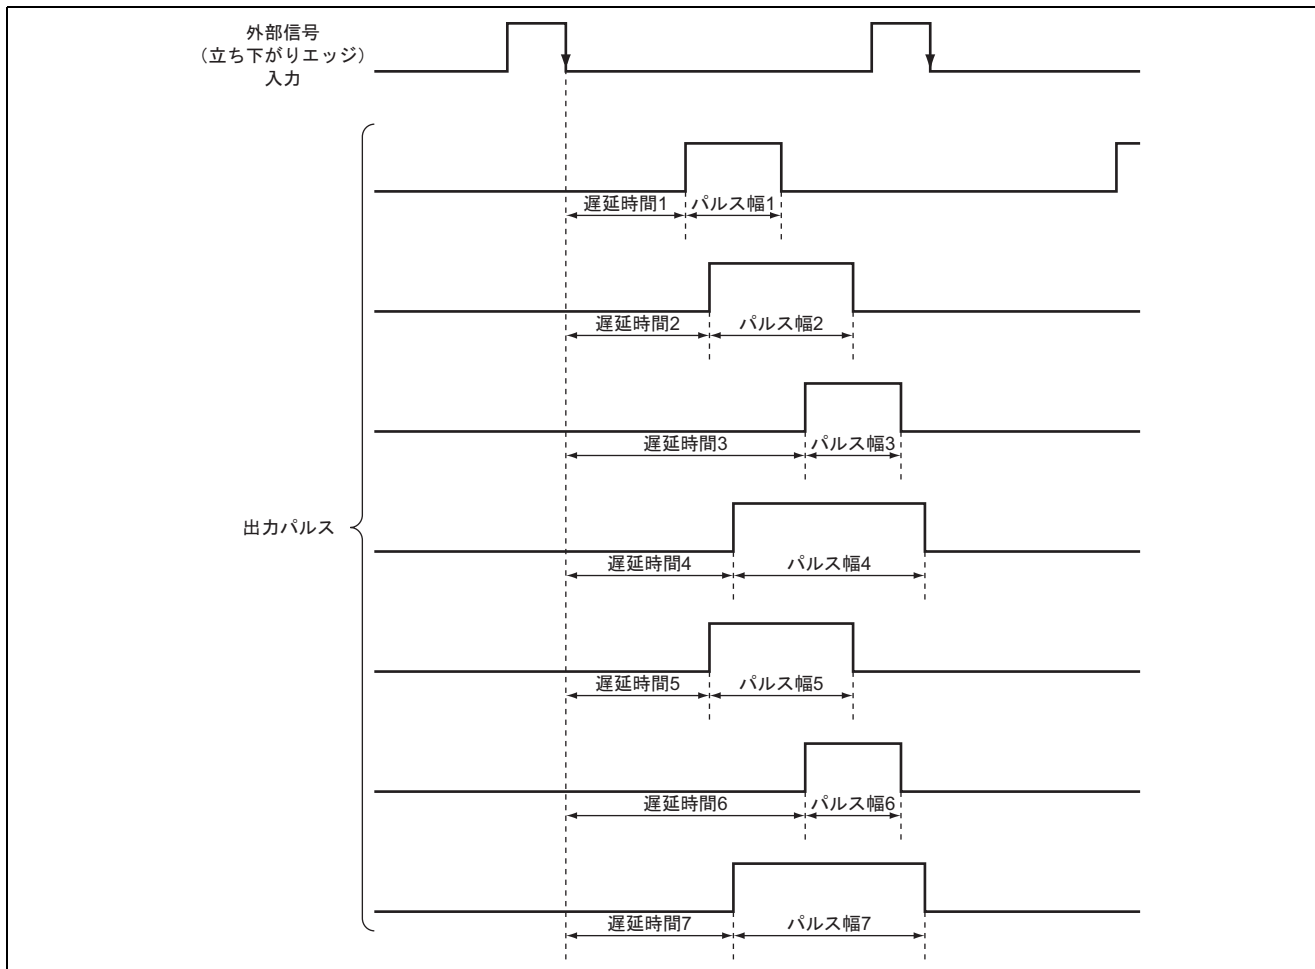

図 1 同期パルス出力例
- (1) 図 1 に示すように外部信号の立ち下がりに同期して 7 相のパルスを出力します。
- (2) 外部信号の立ち下がりからの遅延時間およびパルス幅は以下に示す範囲で可変できます。